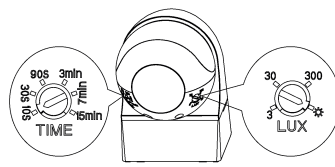

Fig.4
6. Regolare il sensore tramite i due cursori (Fig.4):
6. Adjust the sensor using the two sliders (Fig.4):